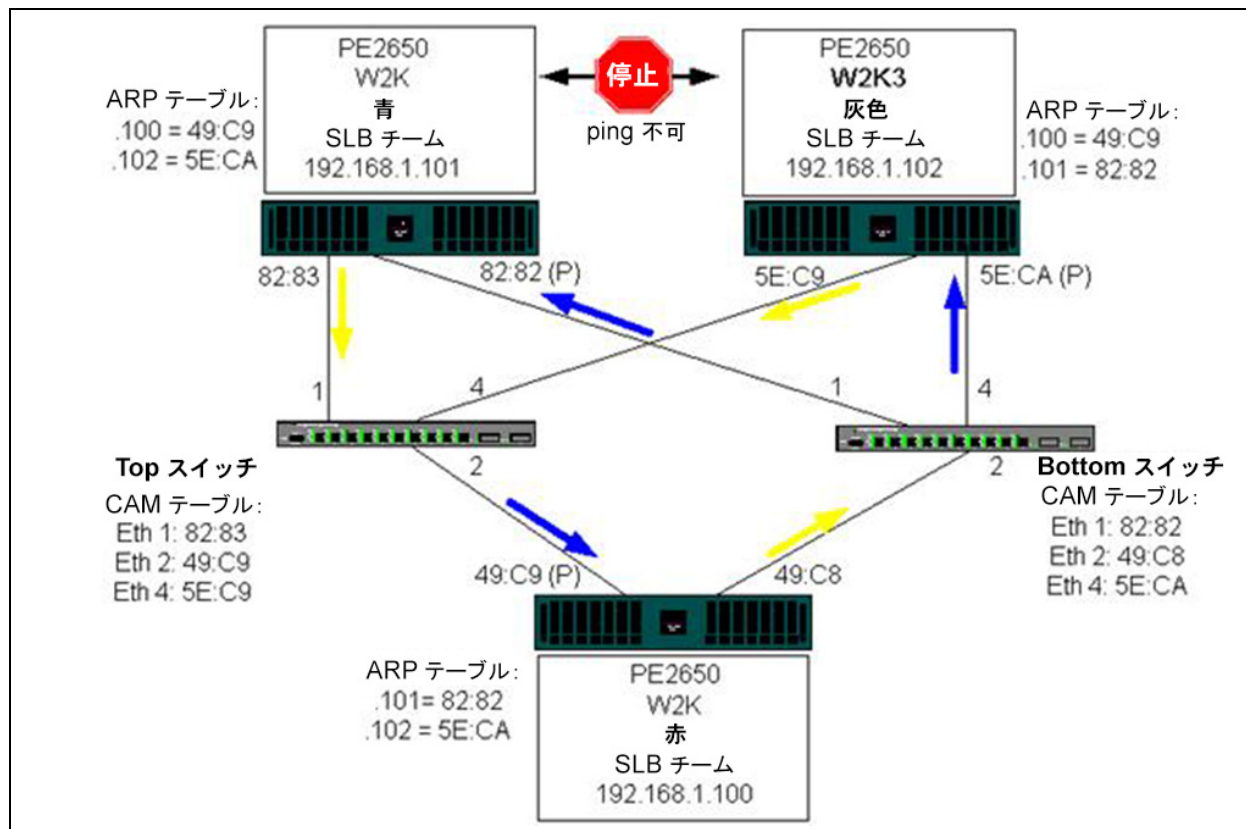

図 12-3. 相互接続リンクのない環境でのスイッチにまたがるチーム化
- 図 12-3 は、2 つのスイッチ間に相互接続ケーブルがない構成です。